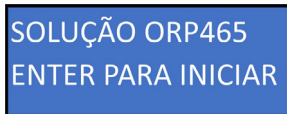

Figura 34
20. Utilice el botón “derecha” para cambiar entre las 4 letras y el botón “arriba” para cambiar de letra. Después de ingresar la contraseña “BBBB”, pulse el botón “OK” para ser dirigido a una nueva pantalla, pulsando el botón “OK” nuevamente para iniciar la calibración (figura 34) y espere 60 segundos.